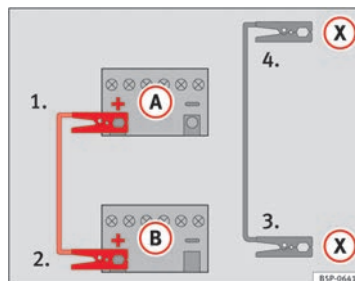

Fig. 189 Schema elettrico per i veicoli dotati di sistema Start-Stop.
- **Nei veicoli con sistema Start-Stop:** Collegare un'estremità del cavo di emergenza *nero* (X) a un terminale di massa idoneo, a un elemento metallico massiccio avvitato al monoblocco del motore o al monoblocco stesso ⇒ fig. 189.
5. Collegare l'altra estremità del cavo di emergenza *nero* (X), al monoblocco del motore del veicolo con la batteria scarica oppure ad un elemento metallico massiccio annesso al monoblocco e comunque il più lontano possibile dalla batteria (A).